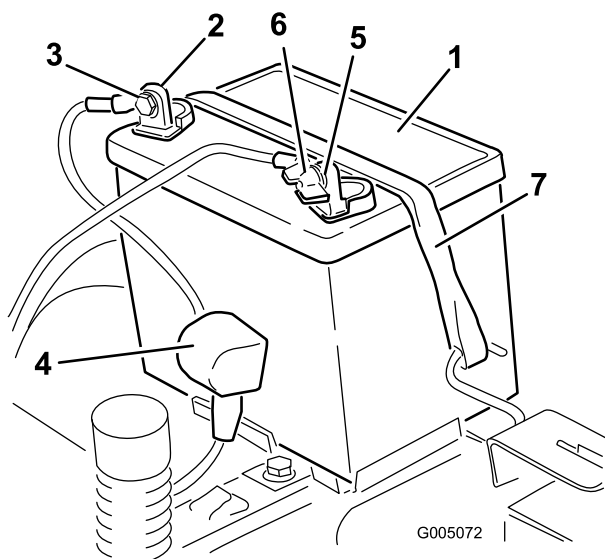

Figura 30
4. Staccate il cavo negativo (nero) di terra dal polo della batteria (Figura 30). Conservate tutti i dispositivi di fermo.
5. Infilate il cappuccio di gomma sul cavo positivo (rosso) della batteria. Staccate il cavo positivo (rosso) dal polo della batteria (Figura 30). Conservate tutti i dispositivi di fermo.
6. Togliete il dispositivo di fissaggio della batteria (Figura 30) e togliete la batteria dal vassoio.
1. Posizionate la batteria sul vassoio con i poli dei morsetti rivolti verso la posizione di guida (Figura 30).
5. Fissate la batteria con l'apposito dispositivo (Figura 30).